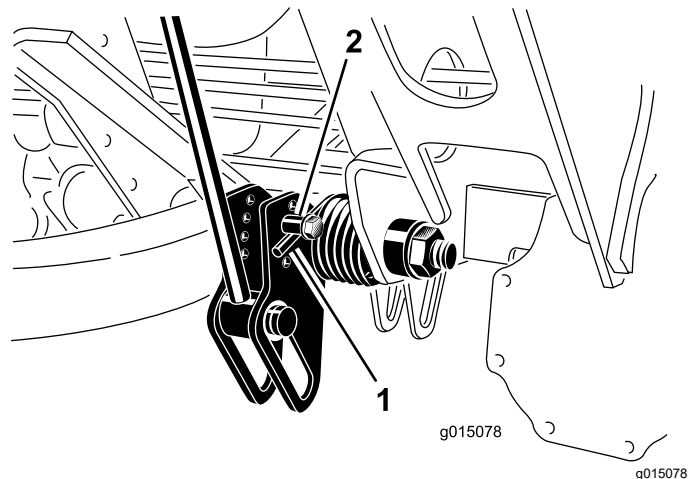

Figura 72
2. Coloque un tubo u otro objeto similar sobre el extremo largo del muelle para aliviar la tensión durante el ajuste (Figura 72).
3. Para aliviar la tensión del muelle, retire el perno y la contratuerca que sujetan el actuador del muelle al soporte (Figura 72).